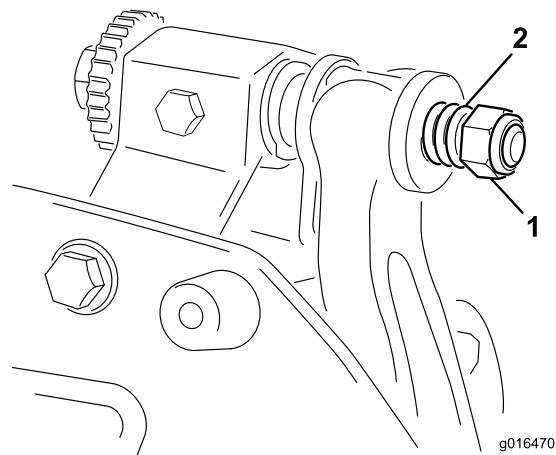

Figura 16
6. Serrate il dado di tensione della molla finché la molla non si schiaccia, quindi allentate di 1/2 giro (Figura 16).